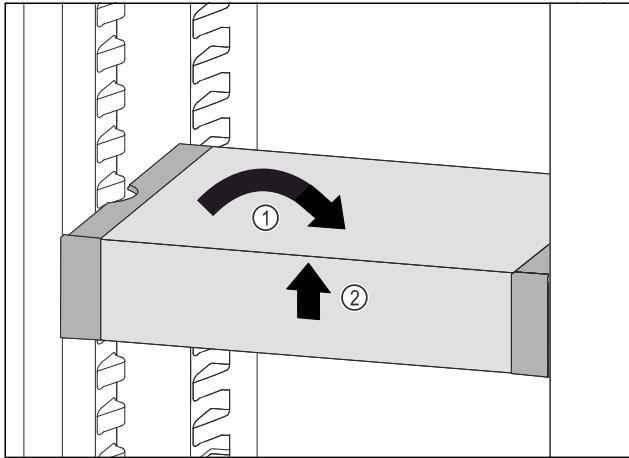

Fig. 103
► VarioSafe gerade stellen. Fig. 103 (1)
► VarioSafe vorne anheben. Fig. 103 (2)